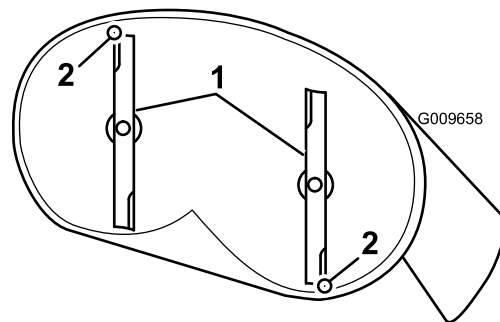

Figure 53
4. Faites pivoter les lames avec précaution pour faire passer les pointes avant à l'arrière (Figure 53).
5. Mesurez la distance entre la pointe de la lame avant et la pointe de la lame arrière par rapport à la surface plane (Figure 53). Si la pointe avant de la lame n'est pas de 1,6 à 7,9 mm (1/16 à 5/16 po) plus basse que la pointe arrière, réglez le contre-écrou avant.
8. Une fois le réglage effectué, vérifiez à nouveau l'inclinaison avant/arrière des lames. Poursuivez le réglage de l'écrou jusqu'à ce que la pointe avant de lame soit de 1,6 à 7,9 mm (1/16 à 5/16 po) plus bas que la pointe arrière (Figure 53).